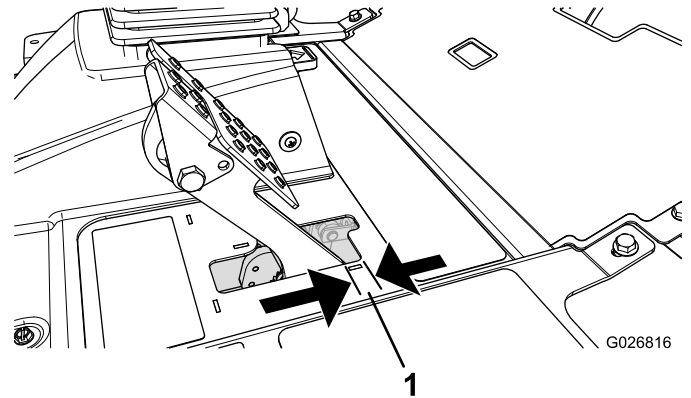

Bild 66
Stellen Sie die Bremsen ein, wenn das Bremspedal mehr als 2,5 cm Spiel hat, oder wenn die Bremsen nicht mehr gut genug greifen (Bild 66). Als Spiel gilt die Entfernung, die das Bremspedal zurücklegt, bevor ein Bremswiderstand spürbar ist.
2. Ziehen Sie die hintere Mutter an, um den Zug nach hinten zu bewegen, bis die Bremspedale ein Spiel zwischen 6 mm bis 13 mm aufweisen, bevor die Radsperr auftritt (Bild 66).